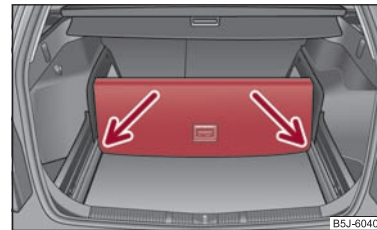

Abb. 65 Kofferraum unterteilen
- Heben Sie den Teil mit der Halterung an und sichern Sie diesen durch Einschieben in die Nuten ⇒ Abb. 65. ■